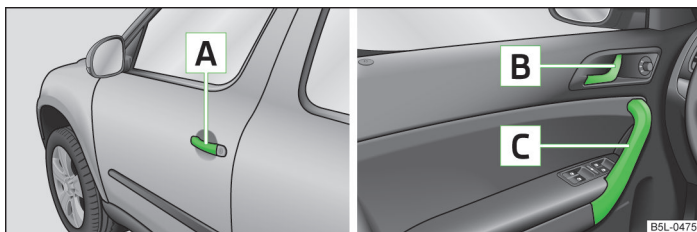

Fig. 11 Maniglia/leva per l'apertura della porta
- Sbloccare il veicolo e tirare la maniglia **A** » fig. 11 della porta corrispondente.